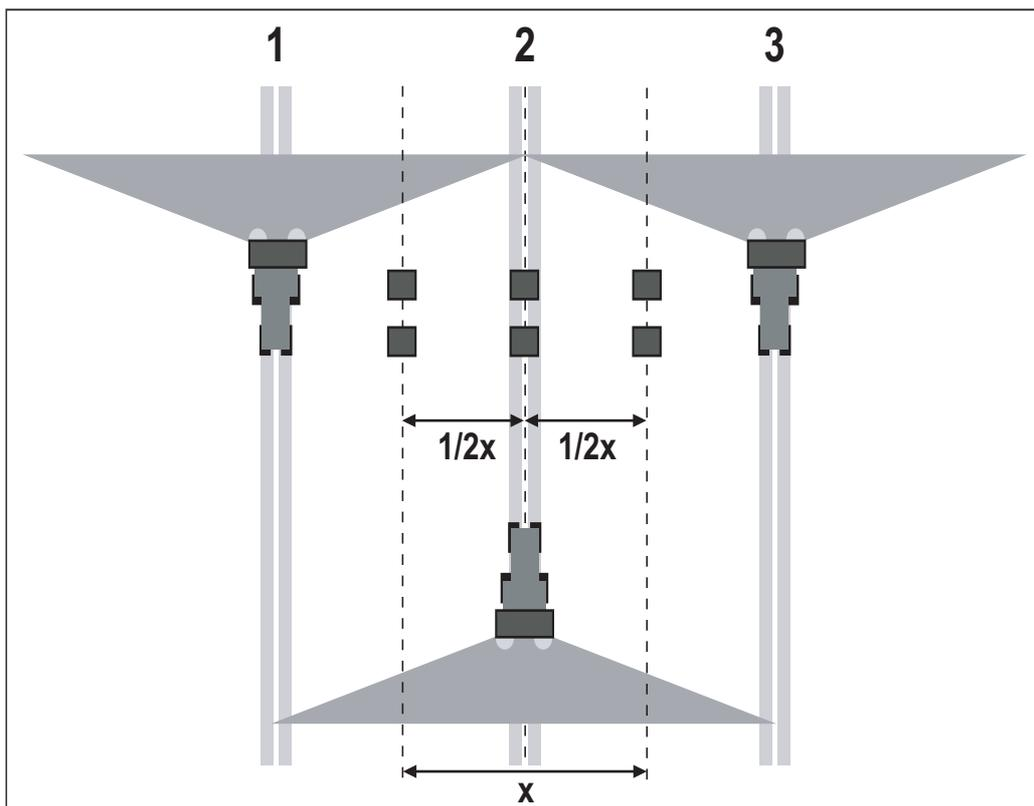

Figure 7.25 : Plan de disposition pour trois passages
- Placer deux bacs collecteurs à une distance de **1 m** l'un derrière l'autre dans les zones de recouvrement entre les passages et dans la trace centrale (conformément à la figure 7.25).